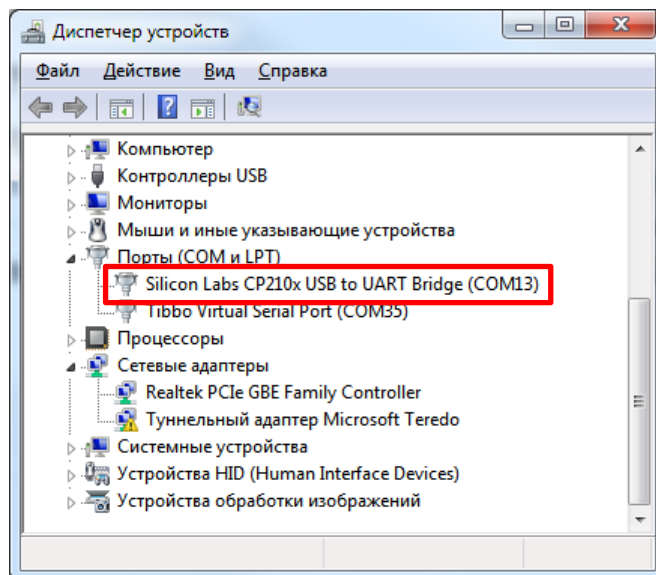

Рисунок 6.2 – Номер СОМ-порта, к которому подключено изделие
- определить номер СОМ-порта, к которому подключено изделие, можно в *Диспетчере устройств* ПК, открыв в дереве устройств *Порты (СОМ и LPT)* (рисунок 6.2).